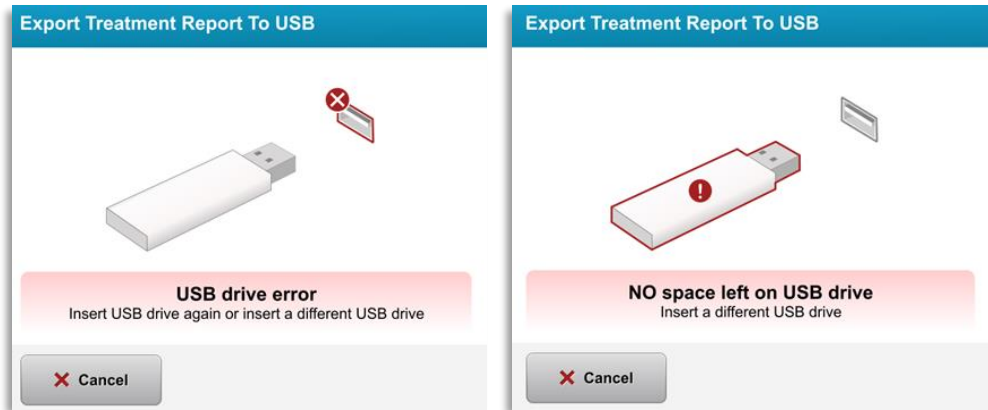

Abbildung 3-41. „USB-Laufwerksfehler“ und „Kein Platz mehr auf dem USB-Laufwerk“
- o Wenn das USB-Laufwerk voll ist oder das System das USB-Laufwerk nicht lesen kann, wird eine Fehlermeldung angezeigt (siehe Abbildung 3-41).